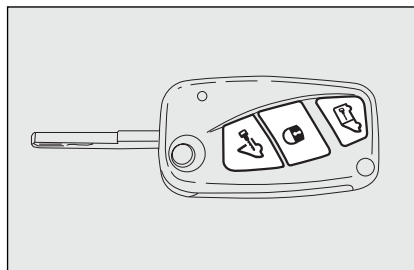
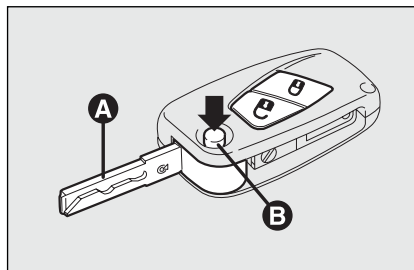
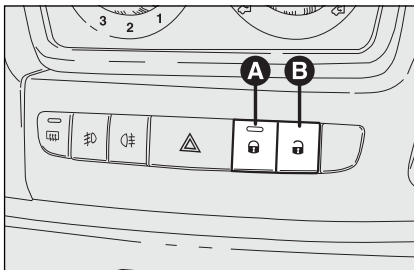

fig. 107
fig. 108
fig. 110
Druk bij gesloten portieren op de knop  op de afstandsbediening **fig. 107** of steek de metalen baard in het slot van het bestuurdersportier en draai de sleutel rechtsom.
Alleen als alle portieren gesloten zijn, wordt de portiervergrendeling ingeschakeld. Als een of meerdere portieren niet vergrendeld zijn na het indrukken van de knop  op de afstandsbediening **fig. 107**, gaan de richtingaanwijzers en het lampje op de knop **A-fig. 110** ongeveer 3 seconden snel knipperen.
Als de portiervergrendeling is ingeschakeld, zijn de knoppen **A** en **B fig. 110** uitgeschakeld.
Als u de knop  op de afstandsbediening **fig. 107** twee keer kort indrukt, schakelt het dead lock-systeem in (zie de paragraaf "Dead lock-systeem").
Druk kort op de knop  **fig. 107** of  **fig. 108**, afhankelijk van de uitvoering, voor het op afstand ontgrendelen van de voorportieren. Gelijktijdig wordt de plafondverlichting tijdelijk ingeschakeld en
Druk op de knop **A-fig. 110** om de portieren/deuren te vergrendelen en op de knop **B** om de portieren/deuren te ontgrendelen. De portieren (voor en achter) worden centraal ver-/ontgrendeld. Als de portieren/deuren vergrendeld zijn, brandt het lampje op de knop **A**; als de knop **B** wordt ingedrukt, worden alle portieren/deuren ontgrendeld en dooft het lampje. Als de portieren/deuren zijn ontgrendeld, is het lampje gedoofd; als de knop wordt ingedrukt, worden alle portieren/deuren vergrendeld. De portiervergrendeling wordt alleen ingeschakeld als alle portieren goed gesloten zijn. Als de portieren/deuren zijn vergrendeld met behulp van:
kunt u de portieren/deuren niet meer ontgrendelen met de knop **A-fig. 110** op het schakelaarpaneel op het dashboard.
- de ont-/vergrendelknoppen **A-B fig. 110**;
Het systeem schakelt op alle portieren/deuren automatisch in als de knop  op de sleutel met afstandsbediening **fig. 107** twee keer snel wordt ingedrukt.
Als het systeem is ingeschakeld, knipperen de richtingaanwijzers 3 keer en knippert het lampje op de knop **A-fig. 110** op het schakelaarpaneel op het dashboard.